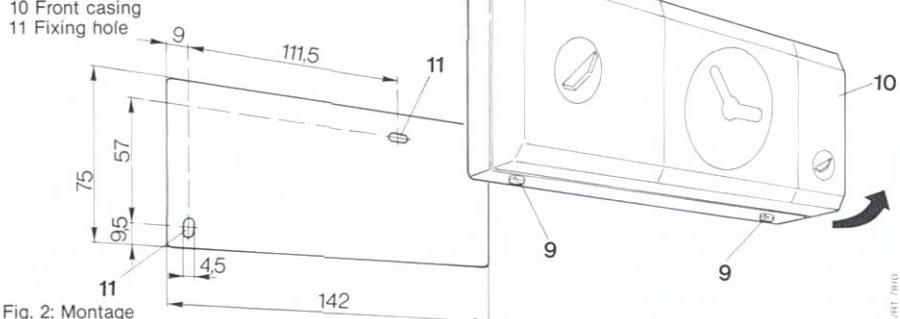

Fig. 2: Montage
1. Praticare due fori di fissaggio (11) del diametro di 6 mm come da fig. 2 ed inserire i tasselli.
2. Allentare le viti (9) con un cacciavite.
10.3 Appendere la parte superiore della scatola (10, fig. 2) nelle camme di alloggiamento (12, fig. 3), ribaltare e fissare con due viti (9) alla parte inferiore della scatola. Avvitare il fusibile nella linea di alimentazione.
2. Togliere la parte superiore della scatola (10, fig. 2) come da paragrafo 9.2.
4. Applicare la parte superiore della scatola (10, fig. 2) come da paragrafo 10.3.
Togliere la parte superiore della scatola (10, fig. 2) come da paragrafo 9.2.
Applicare nuovamente la parte superiore della scatola (10, fig. 2) come da paragrafo 10.3.
Girare il selettori della temperatura diurna (1, fig. 1) sul valore superiore del campo di regolazione (nella fig. 8 b: 25 °C). Togliere la parte superiore della scatola (10, fig. 2). Sfilare la manopola (25) del selettori della temperatura diurna (1, fig. 2) senza spostare l'albero che si trova sotto e capovolgerla.
Sollevare la molla di limitazione (26 a) ed inserirla al valore desiderato del campo di regolazione (nella fig. 8 b -10). La scala si trova sul retro della manopola (25). Sollevare la molla di limitazione (26 b) ed inserirla al valore desiderato del campo di regolazione (nella fig. 8 b -25). La scala si trova sul retro della manopola (25). Inserire la manopola (25) nella sua posizione originaria (nella fig. 8 b: 25 °C). Se la manopola (25) non è stata spostata come da paragrafo 12.2.2, la punta della freccia ed il contrassegno (21 e 22 nella fig. 7) si trovano l'una sull'altra. Applicare la parte superiore della scatola (10, fig. 2). Avvitare i fusibili nella cassetta dei comandi.
Regolare il selettori della temperatura diurna (1, fig. 1) sulla temperatura ambiente desiderata (nella fig. 9: 20 °C). Togliere la parte superiore della scatola (10, fig. 2). Sfilare la manopola (25) del selettori della temperatura diurna (1, fig. 2) senza spostare l'albero che si trova sotto e capovolgerla.
Inserire la manopola (25) nella sua posizione originaria (nella fig. 9: 20 °C). Se la manopola non è stata spostata come da paragrafo 12.2.2, la punta della freccia ed il contrassegno (21 e 22 nella fig. 7) si trovano una sull'altra. Applicare la parte superiore della scatola (10, fig. 2). Avvitare i fusibili nella cassetta dei comandi della caldaia.